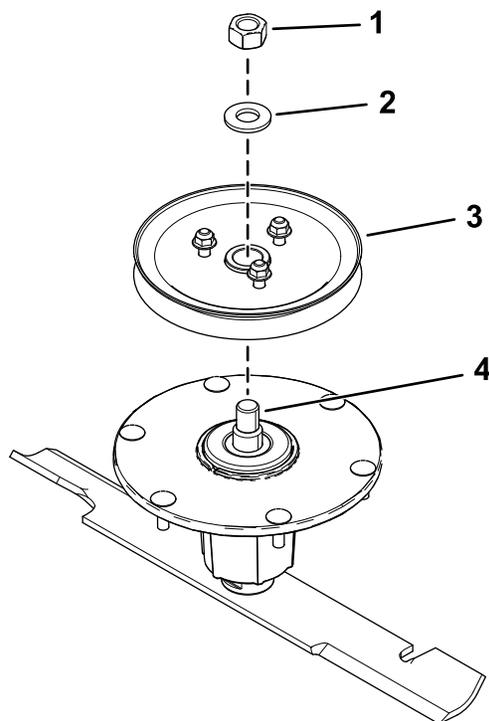

Figure 9
- Fixez la roue à gorge sur l'axe avec la rondelle et l'écrou supérieur (Figure 9).